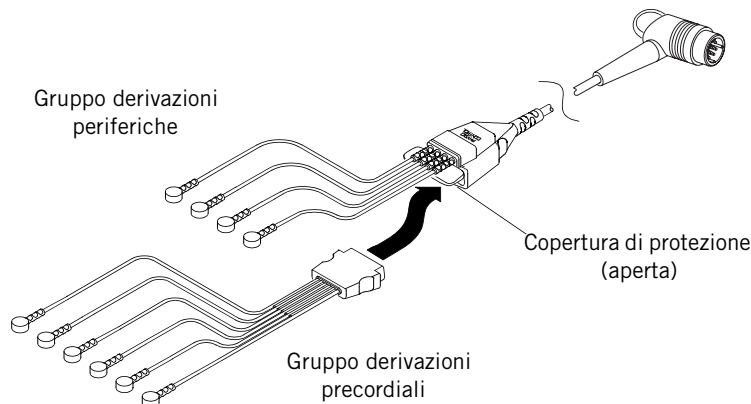

Figura 4-6 Cavo ECG a 12 derivazioni
2. Collegare gli accessori per le derivazioni periferiche e le derivazioni precordiali al cavo principale come illustrato nella Figura 4-6.